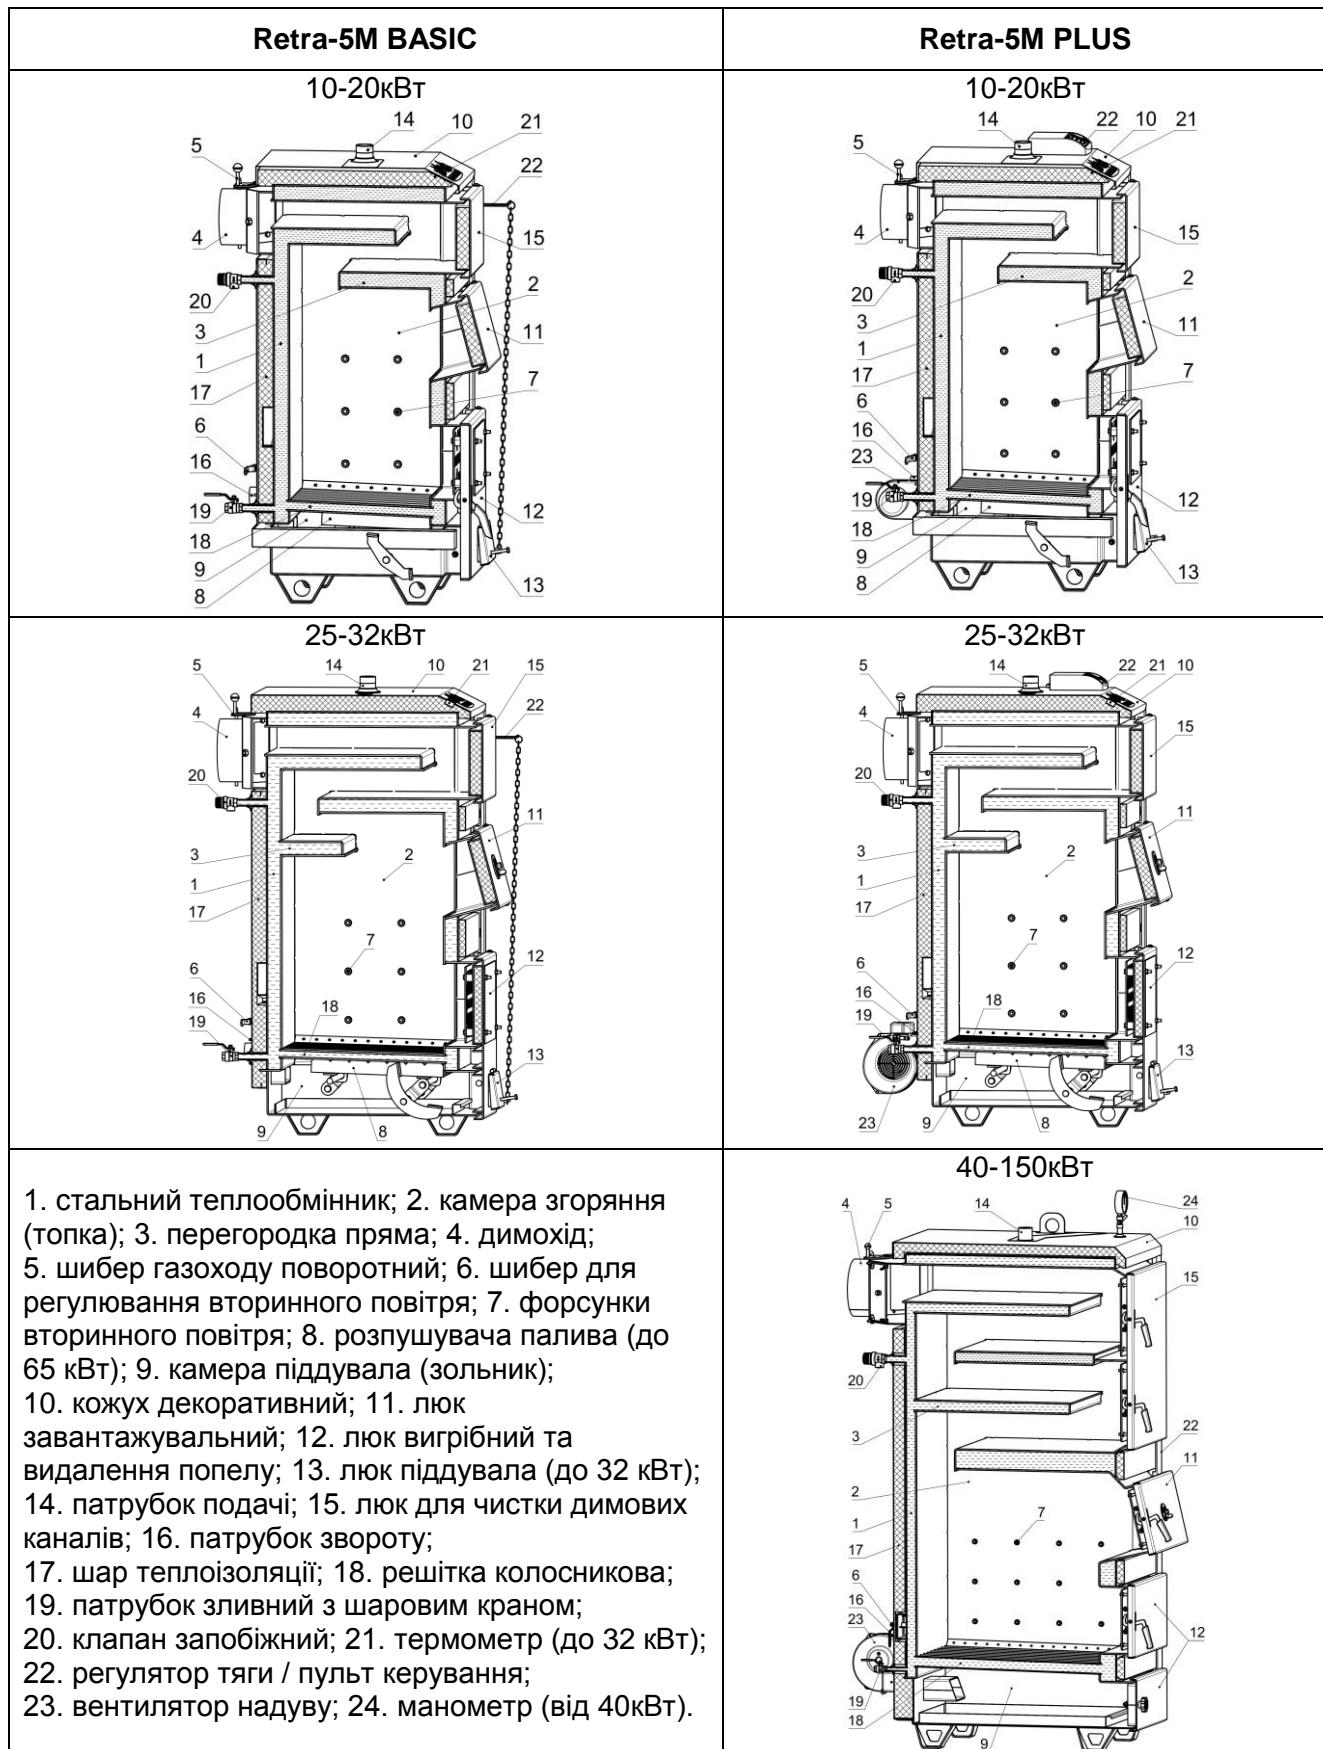

Рис.2 Схема будови котла моделей «Retra-5M BASIC», «Retra-5M PLUS»
### 5.2 Будова котла (див. Рис.2)
**5.3 Принцип роботи** (див. Рис.2). Вода із системи тепlopостачання надходить в котел через патрубок звороту "16", розтікається по всім внутрішнім порожнинам теплообмінника і, через його металеві стінки, відбирає тепло від палива, що горить (контактним і радіаційним способами в топці) і газоподібних продуктів згоряння (конвективним способом в решті частин теплообмінника). Нагріта вода через патрубок подачі "14" надходить в систему тепlopостачання.
Подачу **первинного повітря** під колосникову решітку, в кількості необхідній для якісного згоряння палива, забезпечує регулятор тяги 22 або вентилятор 23 (див. Рис.2).